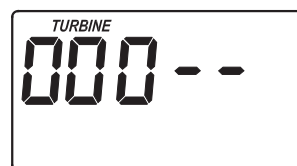

FIG. 13
1. Mantenga oprimido el botón PROGRAM durante unos segundos, hasta que aparezca en pantalla "000--", como se ilustra en la Fig. 13.